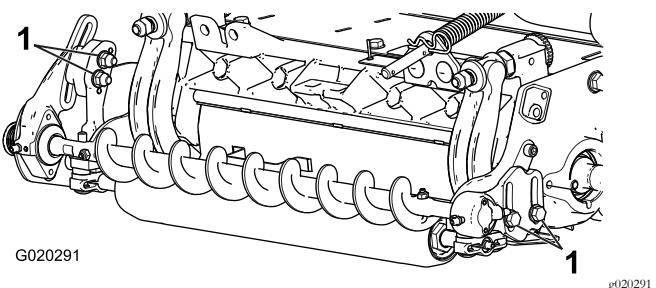

図 8
- 各ローラブラシベアリングハウジングをローラブラシ取り付けブラケットに固定しているボルト2本をゆるめる図8。